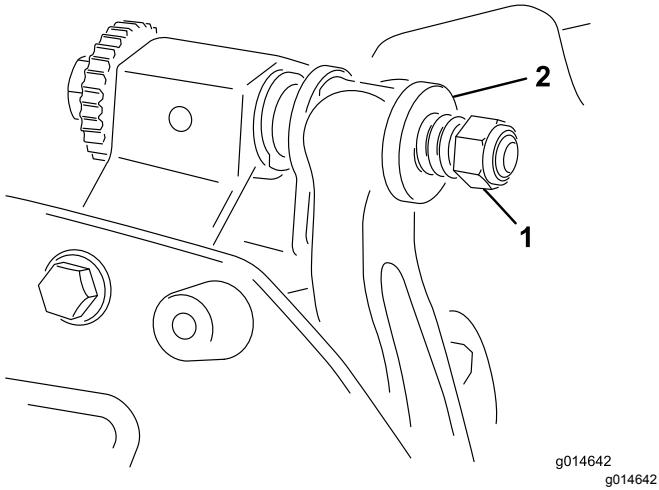

図 22
- スプリングがつぶれるまでテンションナットを締め、そこから半回転戻す(図 22)。